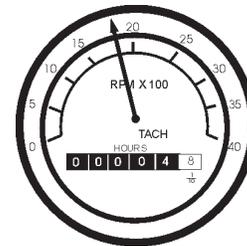

Figura 51. Tacometro del motor
14. El **tacómetro** (Figura 51) indicará la velocidad del motor cuando el generador esta operando. Bajo condiciones normales de operación esta velocidad es de aproximadamente 1800 RPM.